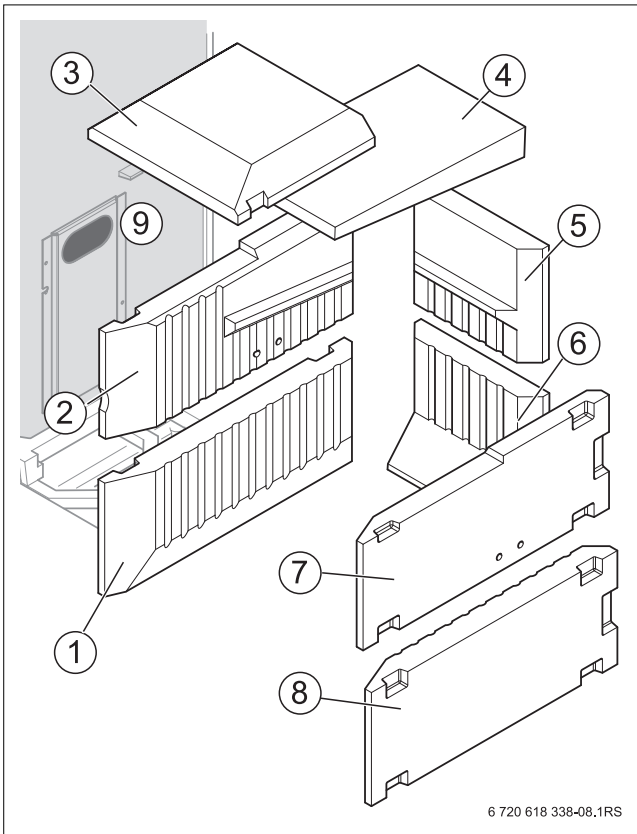

Bild 6 Anordnung der Ausmauerung
- Schamottesteine gemäß Bild 6 einmauern.